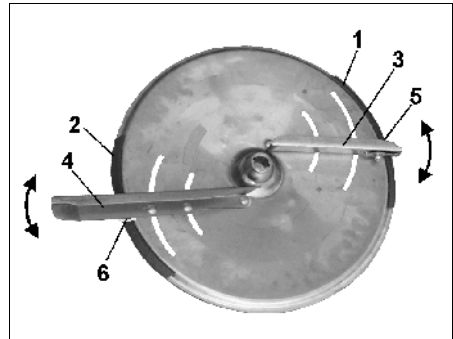

Fig. 38
Zur exakten, werkzeuglosen Einstellung der einzelnen Streuschaufelstellungen sind auf jeder Streuscheibe zwei unterschiedliche, unverwechselbare Skalen (Fig. 38/1 und Fig. 38/2) angeordnet.
Der kürzeren Streuschaufel (Fig. 38/3) ist die Skala (Fig. 38/1) mit den Werten von 5 bis 28 und der längeren Streuschaufel (Fig. 38/4) die Skala (Fig. 38/2) mit den Werten von 35 bis 55 zugeordnet.
Das Verschwenken der Streuschaufeln auf einen höheren Zahlenwert der Skala (Fig. 38/1 bzw. Fig. 38/2) bewirkt eine Vergrößerung der Arbeitsbreite.
- Den Skalenwert für die Schaufelstellung der **kurzen** Streuschaufel auf der Skala (Fig. 38/1) aufsuchen.
- Ablesekante (Fig. 38/5) der **kurzen** Schaufel (Fig. 38/3) auf den Skalenwert schwenken und **die Flügelmutter wieder fest anziehen**.
- Den Skalenwert für die Schaufelstellung der langen Streuschaufel auf der Skala (Fig. 38/2) aufsuchen.
- Ablesekante (Fig. 38/6) der langen Schaufel (Fig. 38/4) auf den Skalenwert schwenken und die Flügelmutter wieder fest anziehen.